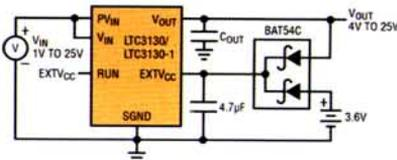

图5 LTC3130/-1转换器自举至 V_{OUT} ,以消除电池泄漏,同时允许用一个1V或更低的 V_{IN} 电源启动和稳压
- 从一个外部电源启动以适合V_{IN}非常低的应用(见图5)。